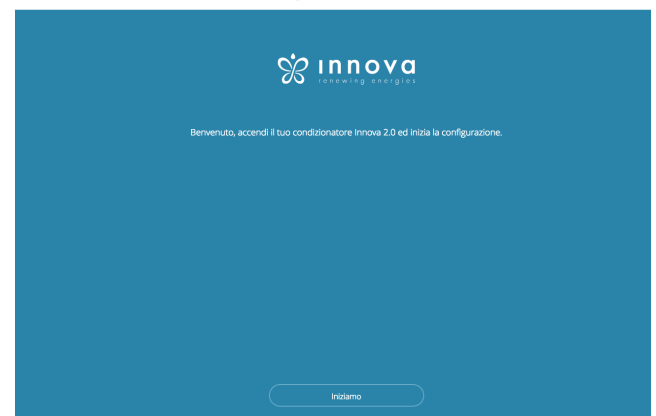

Figure 2-12
- La fenêtre du navigateur s'affiche avec la première page de l'application pour la version bureau. (Figure 2-12)
- Double-cliquer sur le fichier **run.bat**, la fenêtre du navigateur s'ouvre (Figure 2-12) et l'un des CMD.